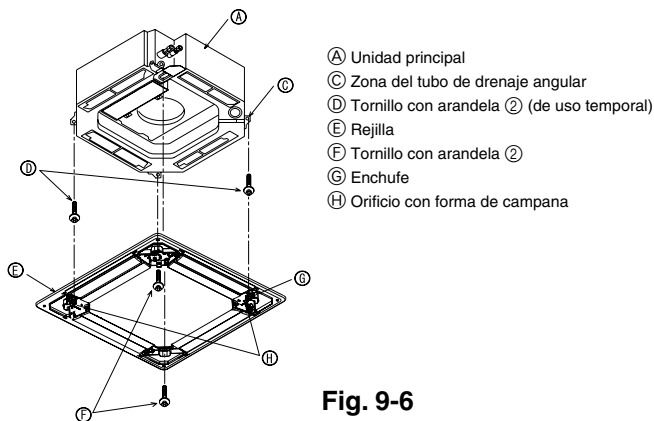
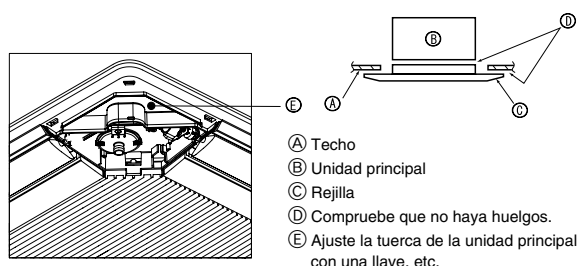

Fig. 9-6
Fig. 9-7
9.4.2. Instalación temporal de la rejilla (Fig. 9-6)
- Asegure la rejilla de forma temporal con los orificios en forma de campana; para ello coloque el enchufe de la rejilla (G) en la esquina del tubo de drenaje de la unidad principal.
9.4.3. Fijación de la rejilla (Fig. 9-7)